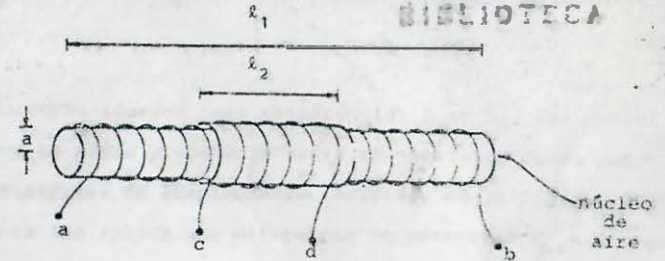

FIGURA P7.3
7.3 Calcule la inductancia mutua entre los dos solenoides coaxiales y sobrepuestos de la figura P7.3.